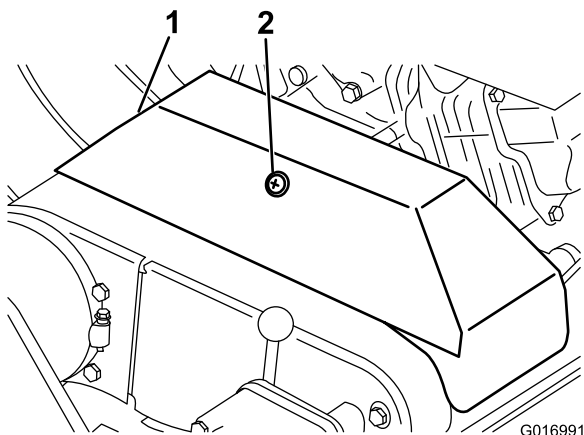

図 32
3. V ベルトカバーを固定しているリテーナをゆるめて、カバーを開ける（図 32）。